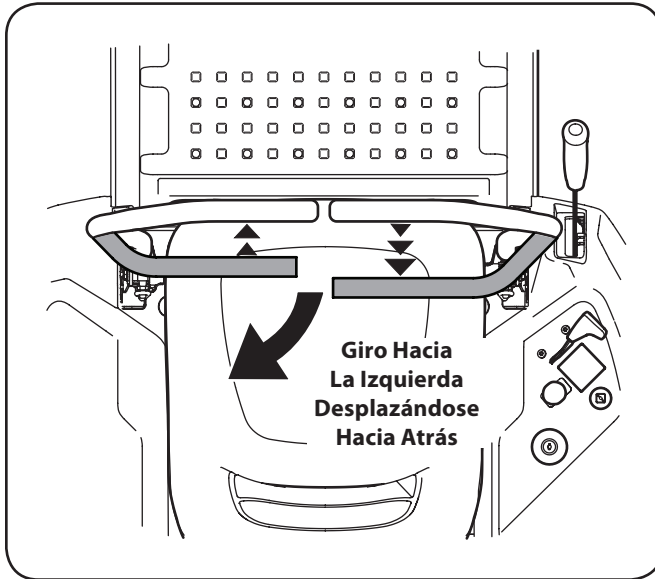

Figura 5-7
1. Para girar a la izquierda mientras se desplaza marcha atrás, mueva la palanca de control del lado izquierdo hacia adelante respecto de la palanca derecha. Vea la Figura 5-7.